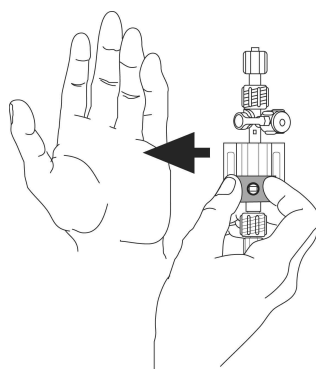

Fig. 6
6. 輸液バッグを 300mmHg に加圧します。気泡がトランスデューサーに残っている疑いがある場合は、図 6 に示されている手法を使用して、再度フラッシュを行ってください。